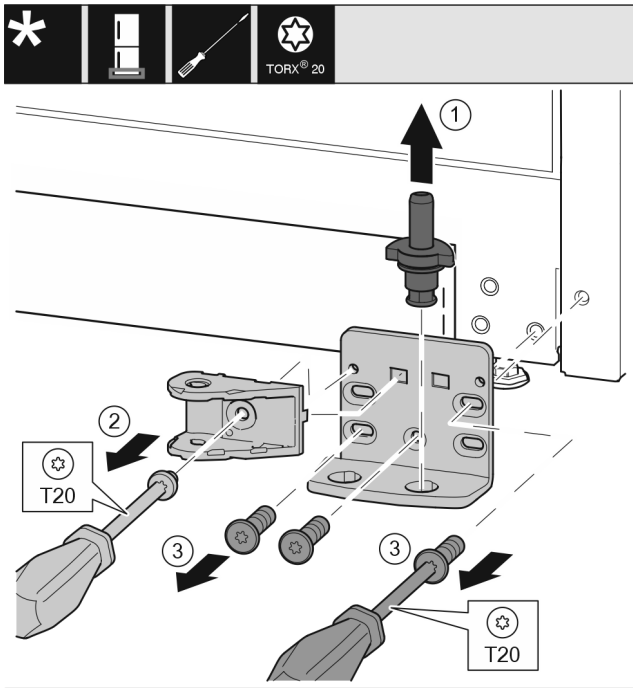

Fig. 30
- ▶ Estrarre completamente verso l'alto i perni di supporto Fig. 30 (1).
- ▶ Svitare la vite con un cacciavite Fig. 30 (2) e rimuovere il collegamento dell'ammortizzatore di chiusura.
- ▶ Svitare le viti Fig. 30 (3) con un cacciavite e rimuovere il blocco di supporto.